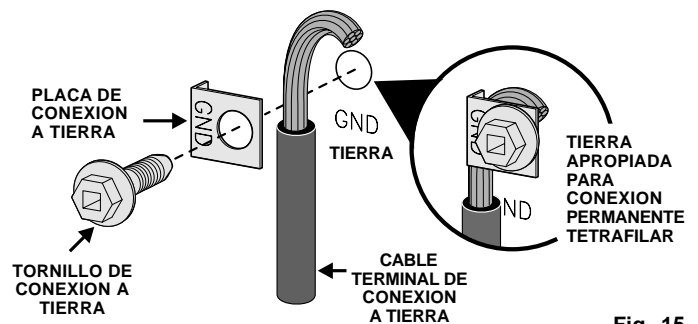

Fig. 15
4. **(Conexión permanente tetrafilar SOLAMENTE)** Conecte el alambre terminal de puesta a tierra (Verde) al marco del electrodoméstico usando el tornillo y la placa de conexión a tierra, como se muestra en la Fig. 15. Asegúrese de instalarlo usando el mismo agujero del marco donde estaba originalmente instalado el tornillo de tierra.